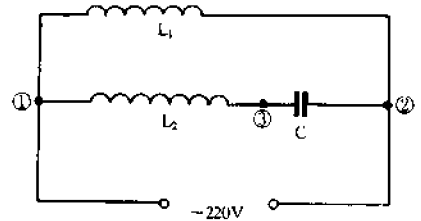

图 4-383 电风扇电机绕组的接线
一般电风扇绕组如图 4-383 所示,它有一个主绕组、一个副绕组,多采用电容启动电动机。主绕组圈数少,副绕组圈数多。各种电风扇绕组不尽相同,以下以一般 36~56 英寸(900~1400mm)吊扇为例说明检测方法。
在图 4-383 所示电路中, $L_1$ (未串电容)是主绕组, $L_2$  串联有一个电容 C,是副绕组。据此很容易从实物接线处将  $L_1$  的接线端点①、②与  $L_2$  两接线端①、③分辨出来,其中①为公共端。为了进一步确认,可用万用表  $R \times 10$  挡测量②、③之间的电阻,其值应大于①、②间或①、③间的电阻。